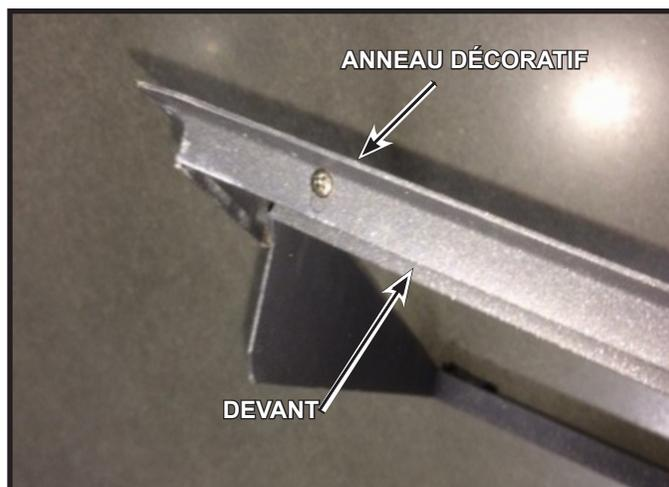

Figure 4.6 Ajustement de la profondeur de l'anneau décoratif
7. Si nécessaire, ajustez l'anneau décoratif de devant pour permettre un dégagement supplémentaire pour l'épaisseur de finition du mur. Faites le réglage en desserrant les vis, en ajustant puis en serrant les vis. Voir la figure 4.6.
2. Retirez l'anneau décoratif de devant. Retirez les vis fixant les deux parties. Voir la figure 4.6. Dégagez soigneusement l'anneau décoratif et retirez-le de la zone.